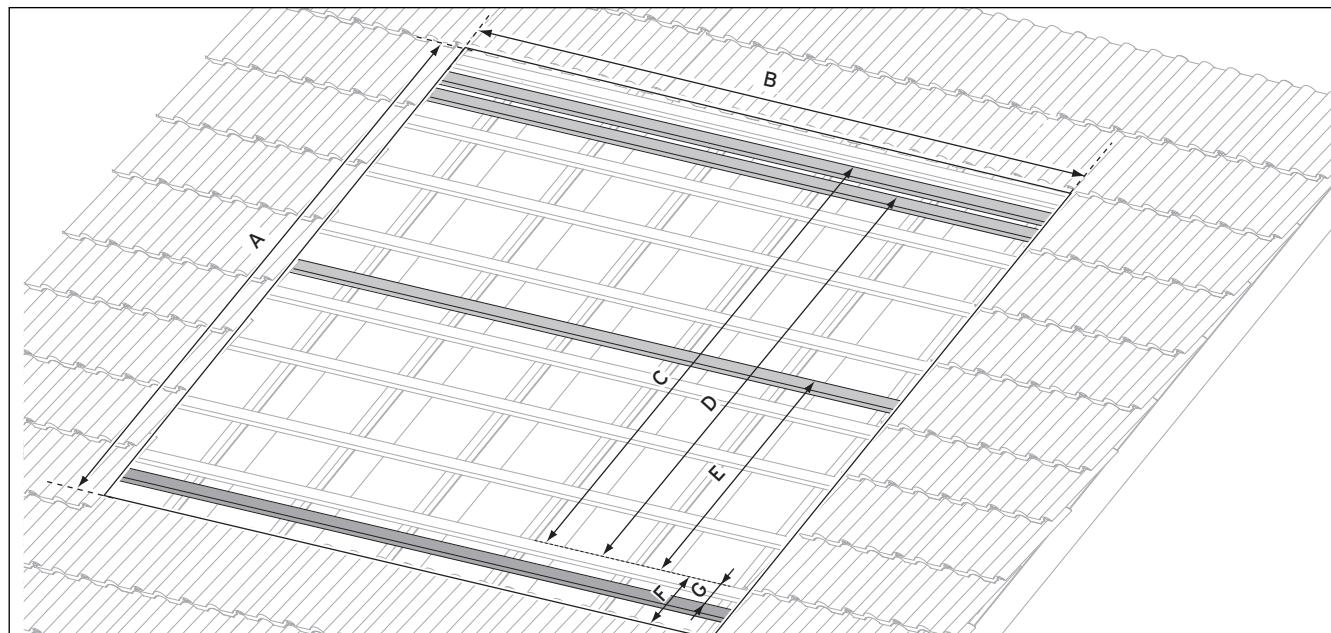

Fig. 6.1 Mål for innbyggingsfelt og for posisjonen til innbyggingsprosessen (referanselinje er hhv. taksteinenkanten)
- Finn innbyggingsfeltet på taket ved hjelp av målene (→ fig. 6.1).
- Monter ekstra taksprosset iht. fig. 6.1.